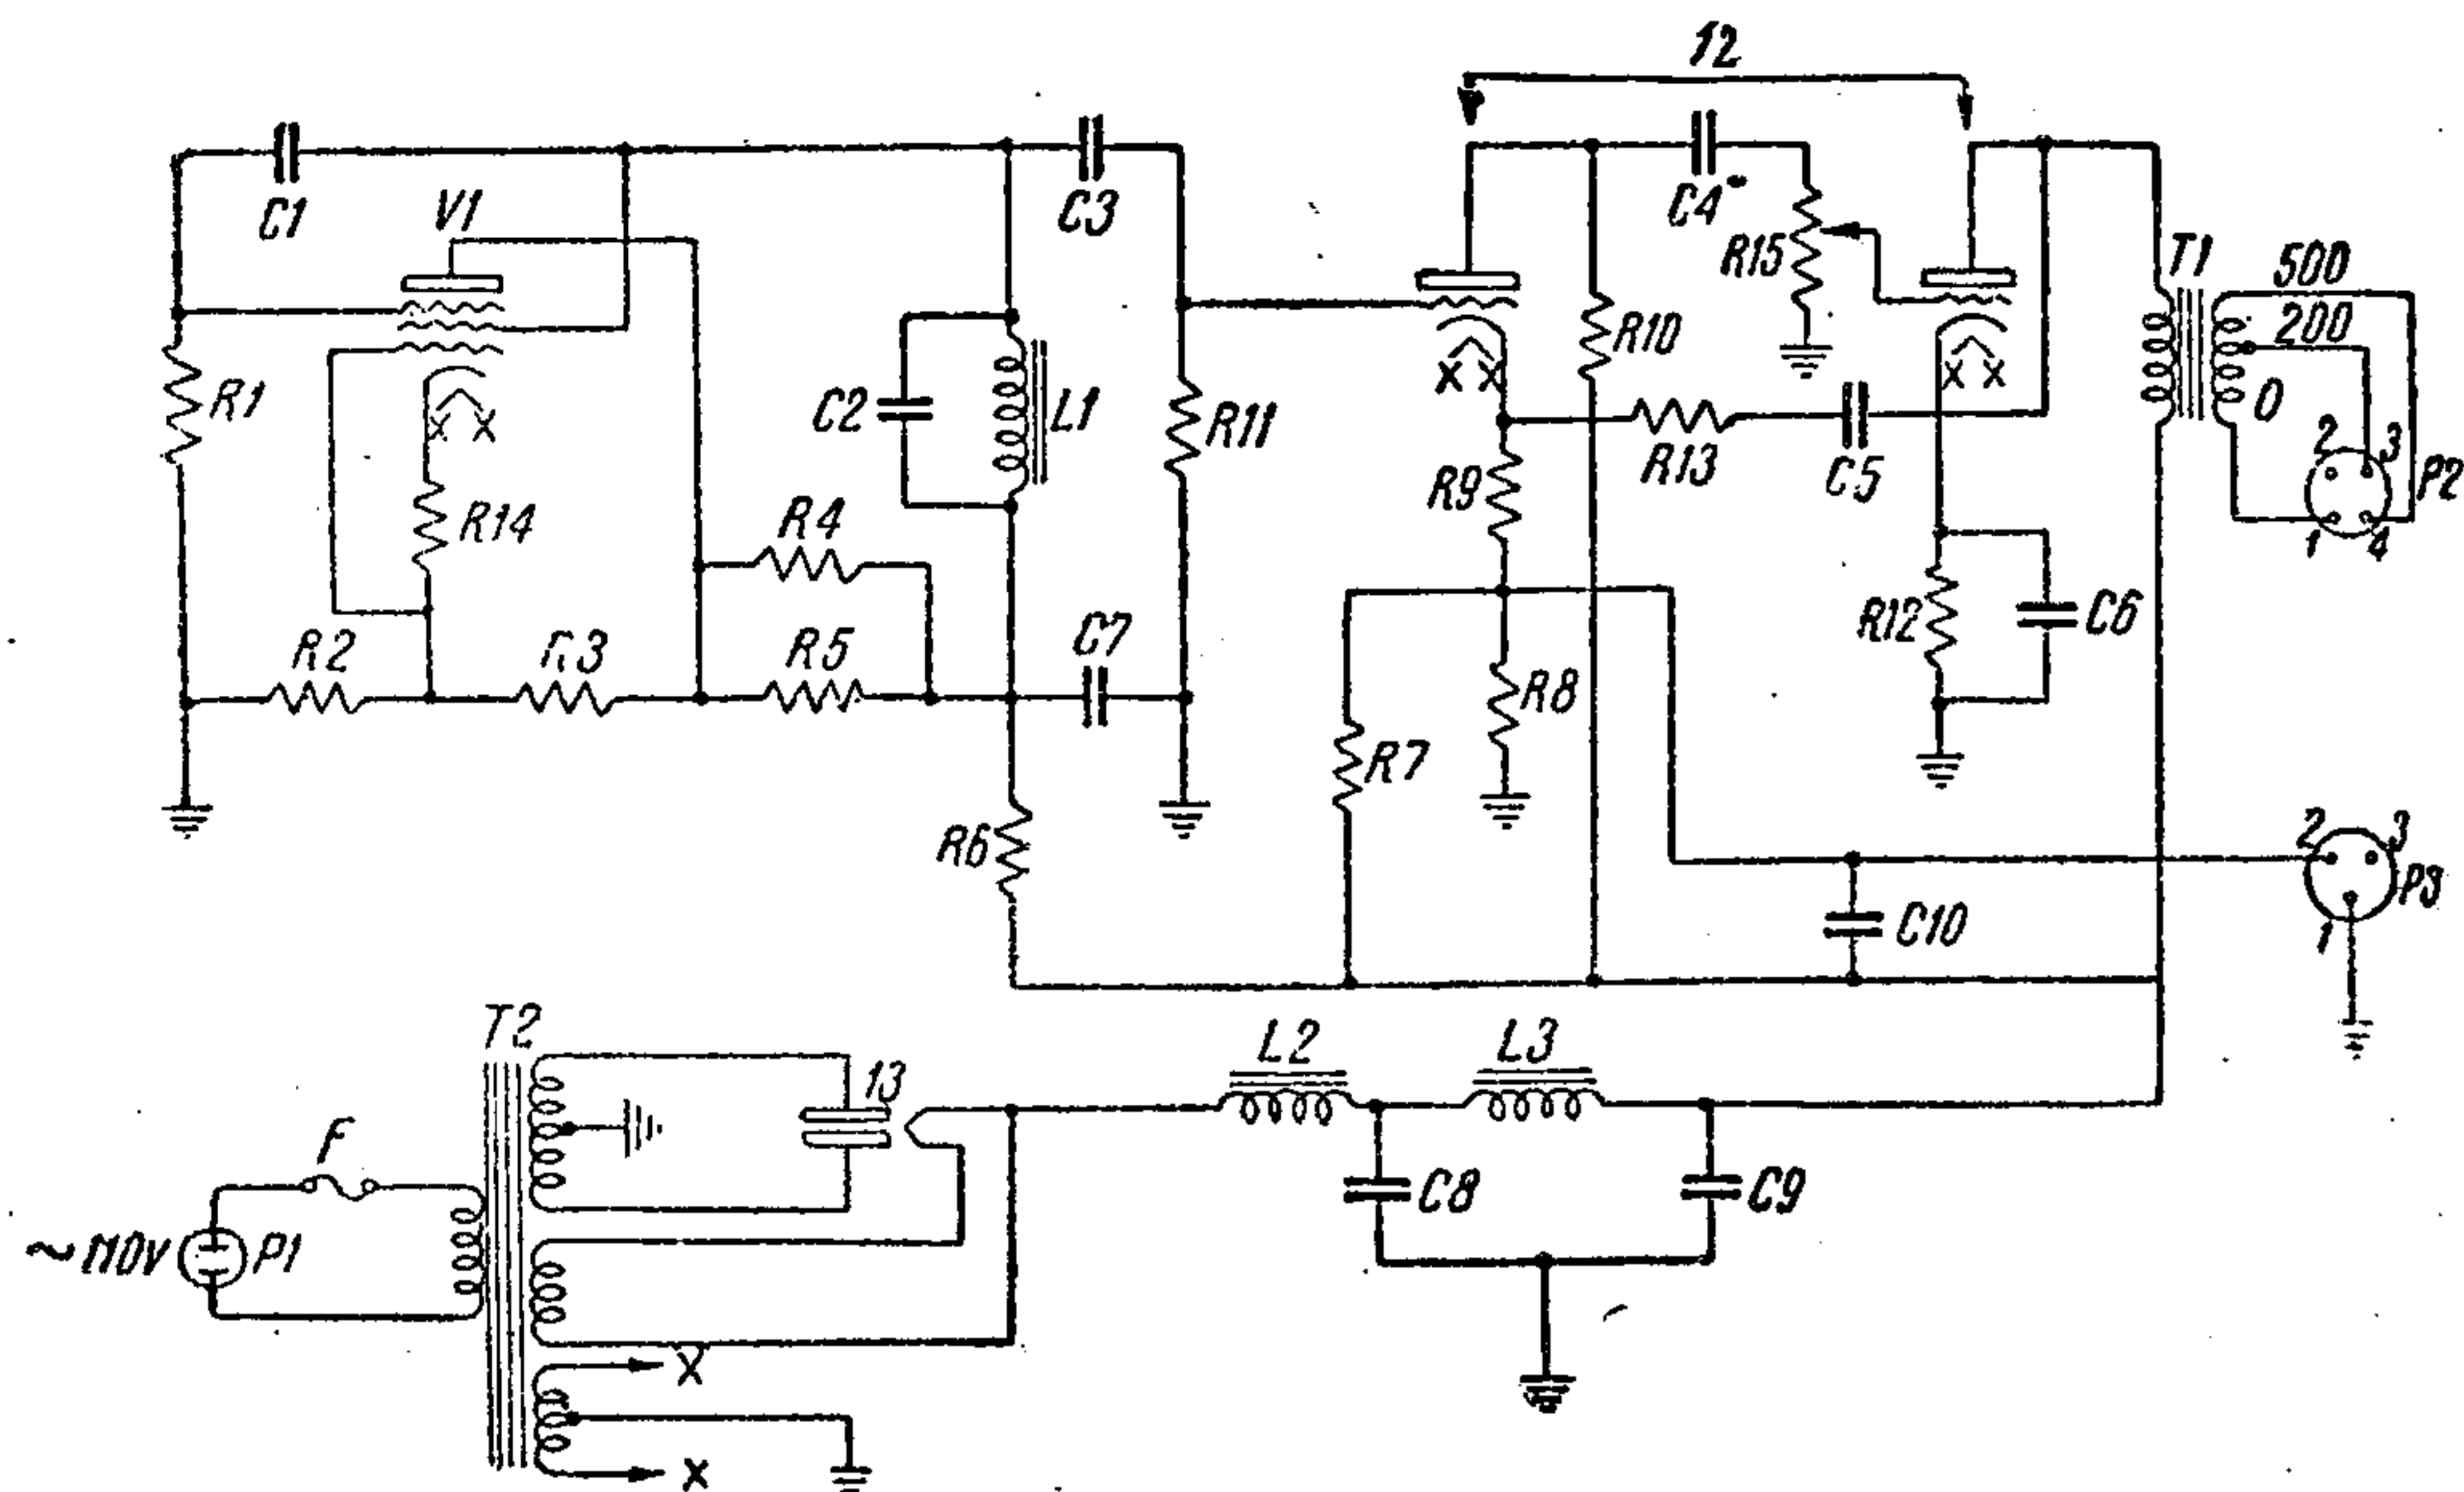

Рис. 38. Схема тонального генератора 90А2.
1) тонального генератора 90А2, предназначенного для манипулирования передатчиком и управления несущей частотой при работе микрофоном (рис. 38);